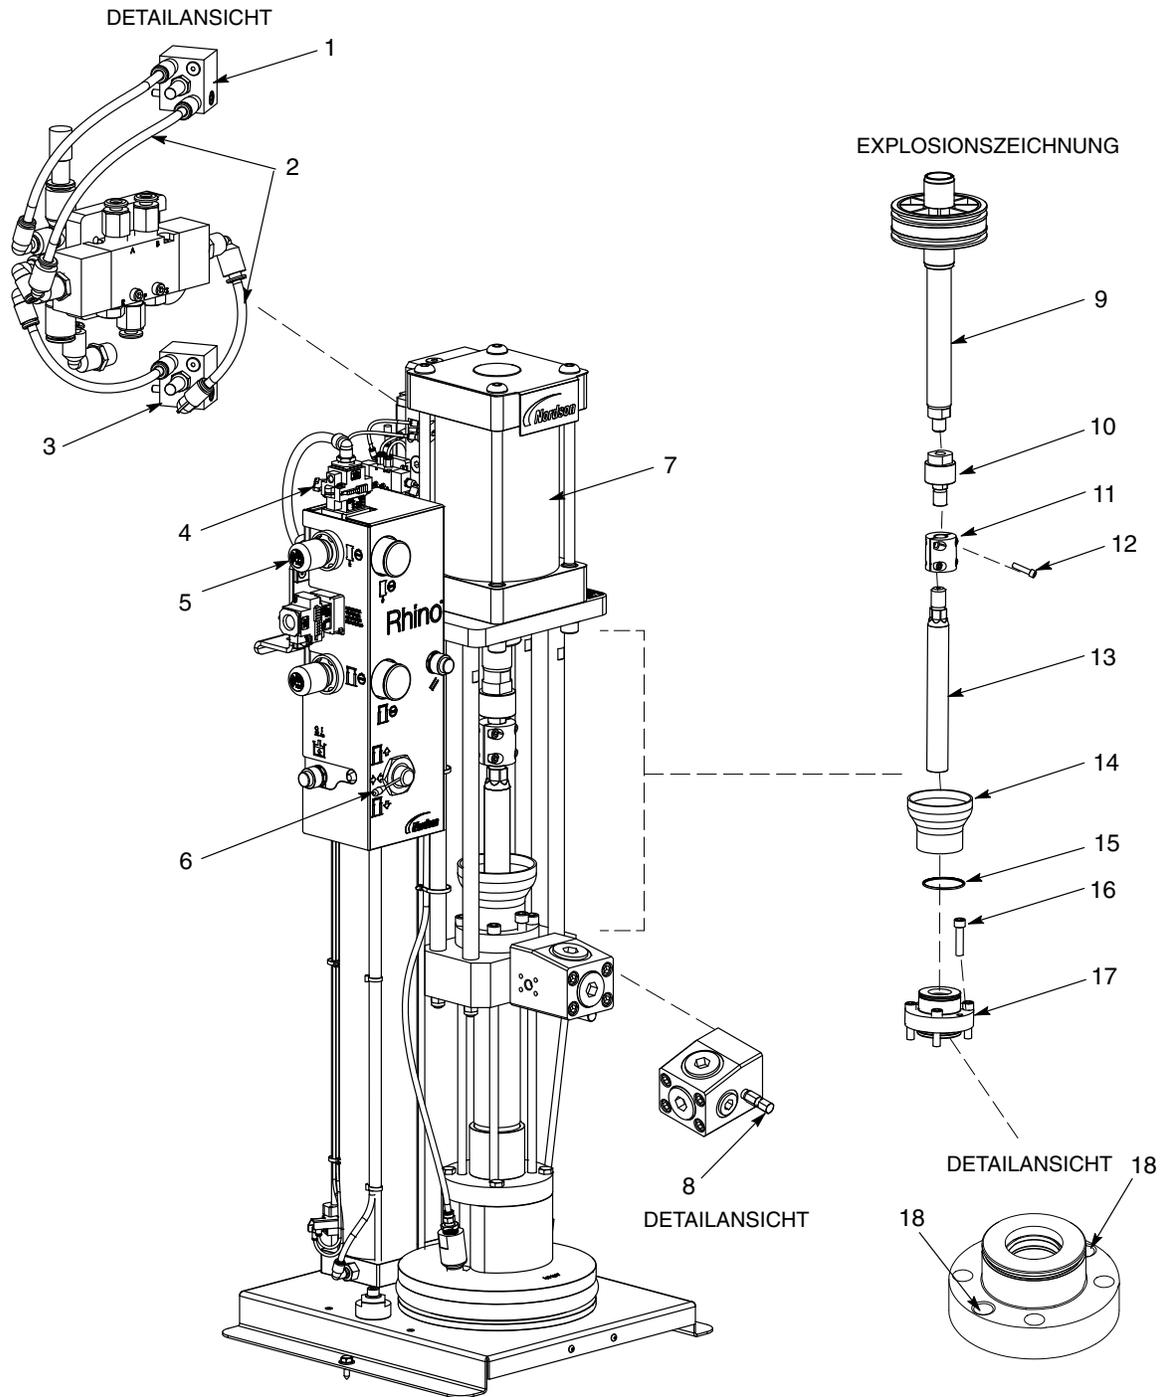

Abbildung 1 Stopfbuchspackung entfernen
Siehe Abbildung 1.
9. Siehe Abbildung 1. Die Ausgangsluftleitung (2) wieder an den unteren Magnetsensor (3) anschließen.